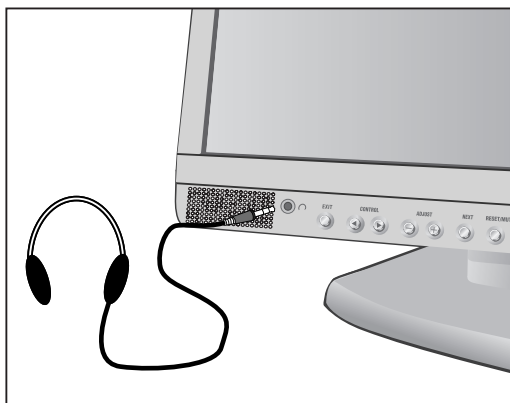

Figure E.1
5. Connectez une écouteur à "écouteur" fiche à devant le moniteur biseau marqué "G" (Figure E.1). Lorsque la fiche du casque d'écoute est insérée dans la prise du casque d'écoute, les haut-parleurs sont débranchés automatiquement et le son se fait entendre à travers les écouteurs. Vous pouvez vous procurer une écouteur chez votre magasin d'électronique local.